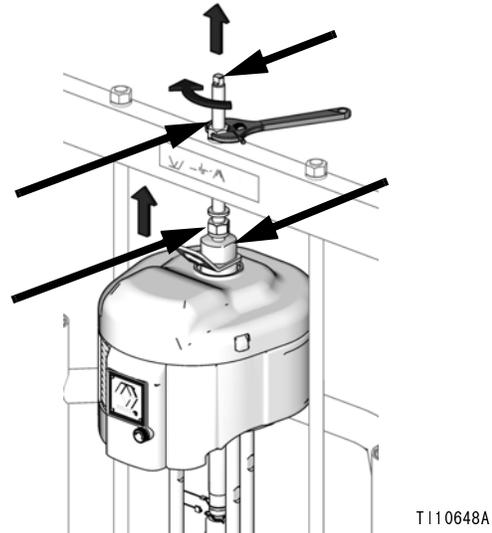

图 16：200 升 (55 加仑) 压盘
- a. 用于 200 升 (55 加仑) 压盘：用扳手转动立柱横杠顶部的螺母，将气动马达降到柱塞泵上。参见图 16（第 22 页）。上紧螺母，将其拧在立柱横杠下面。在横杠下面，用最大 25 英尺磅 (34 牛·米) 的扭力拧紧螺母。